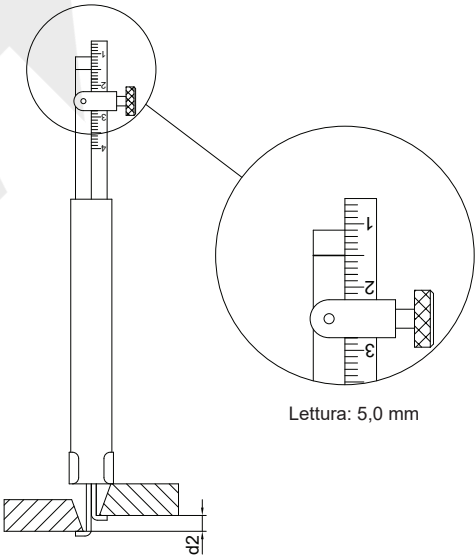

fig.3
2. Disallineamento interno: Misurare il disallineamento interno d2 come indicato nella seguente (fig.3); la lettura d2=5,0 mm.